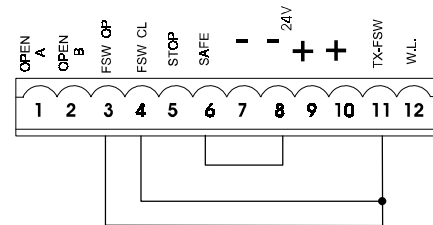

Fig. 26
N.B. Se non vengono utilizzati dispositivi di sicurezza, ponticellare i morsetti come in fig. 26.
Nota bene: Se non vengono collegati dispositivi di sicurezza in apertura, ponticellare gli ingressi FSW OP e -TX FSW (fig. 26).
Nota bene: Se non vengono collegati dispositivi di sicurezza in chiusura, ponticellare i morsetti FSW CL e -TX FSW (fig. 26).
Nota bene: Se non vengono collegati dispositivi di sicurezza costa, ponticellare gli ingressi SAFE e - (fig. 26).